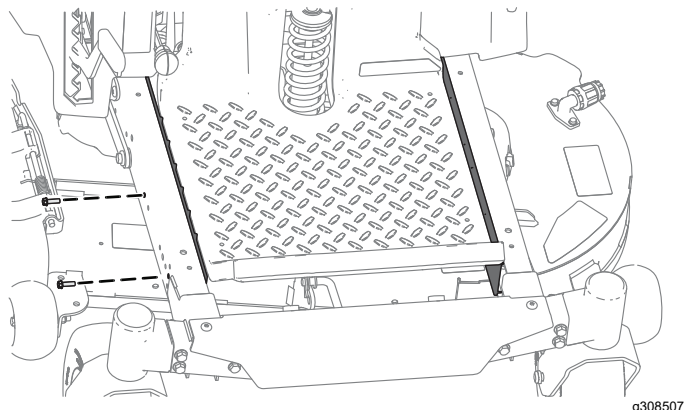

Figura 3
2. Retire los protectores de ambos lados del bastidor (Figura 3).